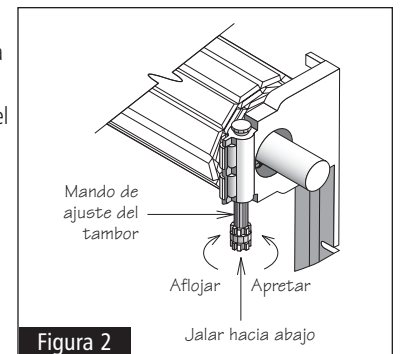

Figura 2
**6** Abra y cierre la puerta del tambor del accesorio tipo cochera. En caso de que necesite hacer ajustes, jale la perilla de ajuste del tambor hacia abajo y gírela en contra de las manecillas del reloj para apretarla y en el sentido de las manecillas del reloj para aflojarla. Vea la figura 2.